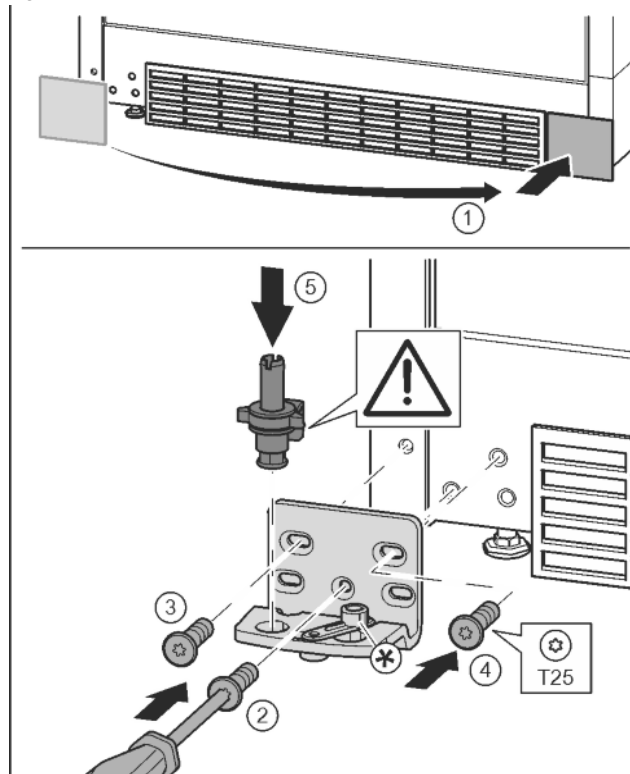

Fig. 13
- ▶ Afdekking eraf halen en op de andere kant aanbrengen. Fig. 13 (1)
- ▶ Lagerbus op de andere kant aanbrengen en met behulp van een schroevendraaier T25 vastschroeven. Met schroef 2 onder in het midden beginnen. Fig. 13 (2)
- ▶ Schroef 3 en 4 vastschroeven. Fig. 13 (3, 4)
- ▶ Lagerbout volledig aanbrengen. Let op dat de vergrendel nok naar achter wijst. Fig. 13 (5)